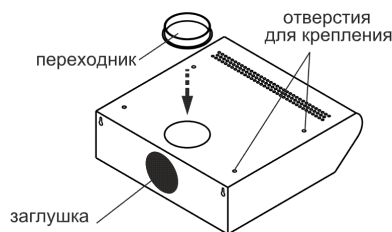

рис. 7
- установите и зафиксируйте пластиковый переходник, который вы найдете внутри изделия, в верхнем положении (рис. 7);
- заглушкой (рис. 7) закройте отверстие на задней стенке изделия;
- разметьте и просверлите четыре отверстия в полке (к которой крепите воздухоочиститель), согласно отверстиям для крепления на верхней панели корпуса вытяжки(рис.7);